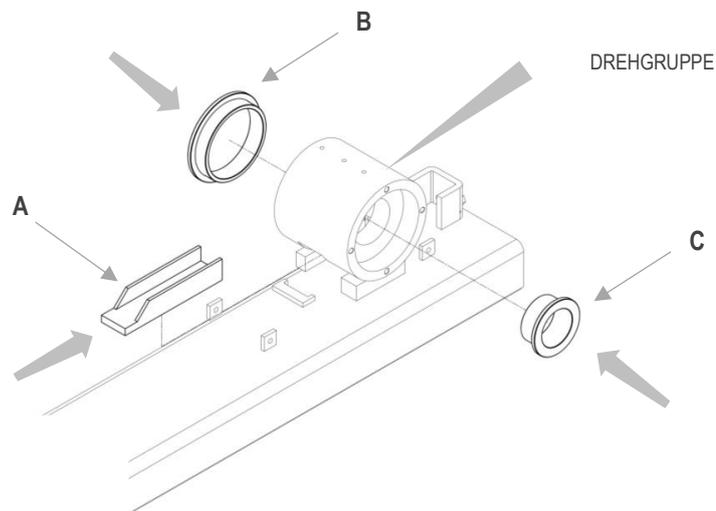

Abbildung 19
3. Kontrollieren, dass die Bronzelager **A**, **B** und **C** korrekt eingesetzt sind (siehe Abbildung 19)